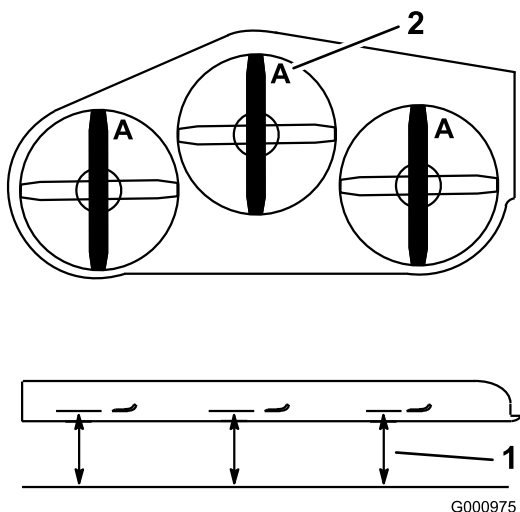

Figura 80
- Mida desde una superficie nivelada hasta el filo de corte, posición A, de las cuchillas (Figura 80).